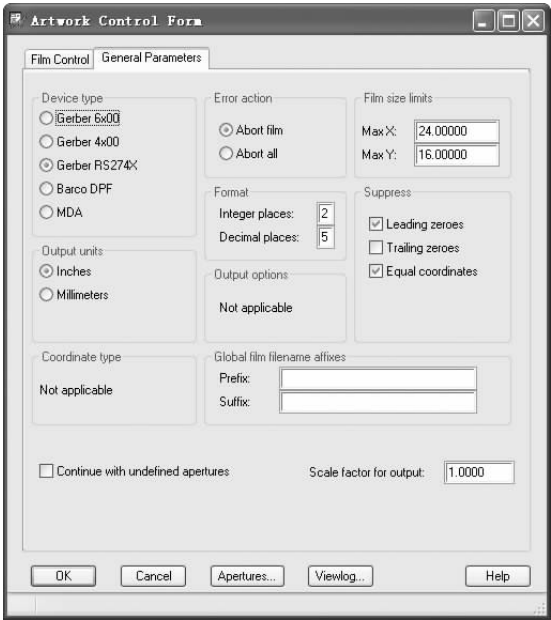

图 12-63 “Artwork Contror Form” 对话框
2. 打开 “General Parameters (通用参数)” 选项卡, 设置加工文件参数, 如图 12-63 所示。